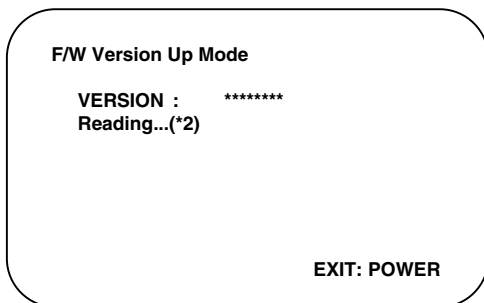

Fig. 3-2-3 Ecran du mode de programmation
4. Le lecteur de DVD entre automatiquement en mode de version suivante F/W. La Fig. 3-2-3 s'affiche à l'écran et la Fig. 3-2-4 apparaît sur le VFD.
La figure qui apparaît dans (\*2) Fig. 3-2-3 est décrite comme suit :